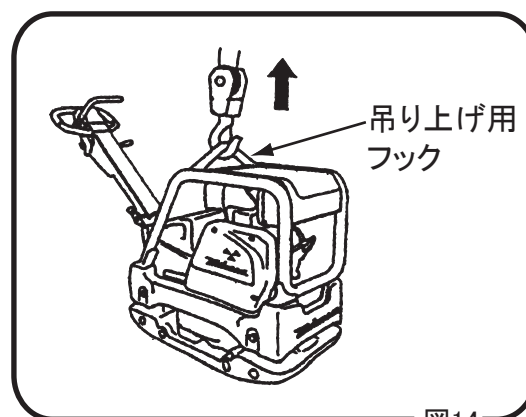

図14
- 3 吊り上げの際は必ずガードフレームのフックに吊り上げ具を引掛けて下さい。(図14)